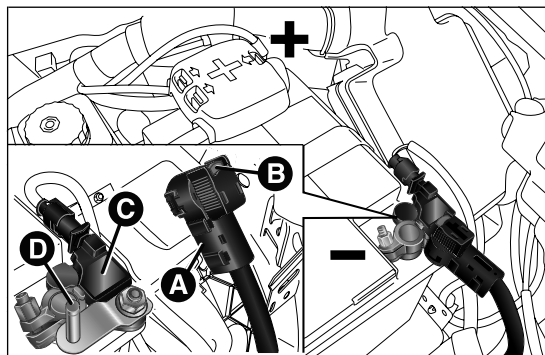

fig. 196
- ☐ desconectar el conector A fig. 196 (mediante la acción del botón B) del sensor C de control del estado de la batería (instalado en el polo negativo D de la misma batería);
- ☐ volver a conectar el conector A fig. 196 al sensor C de la batería.